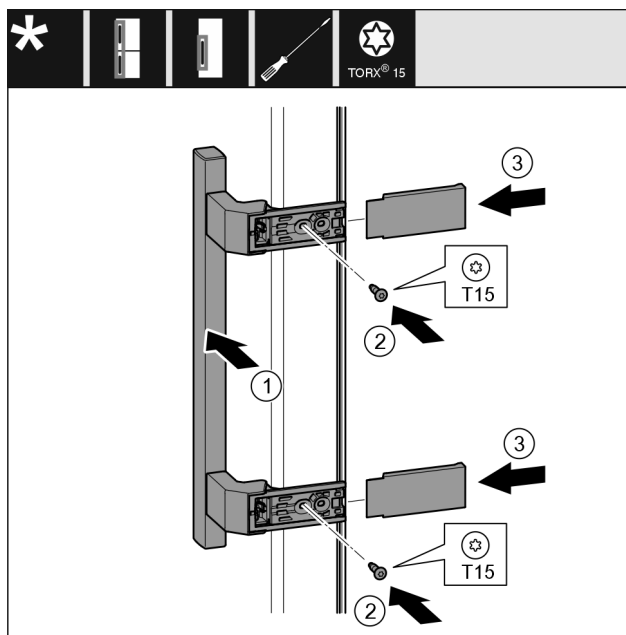

Fig. 25
- ▶ Helyezze fel a fogantyút Fig. 25 (1) a másik oldalra.
- ▶ Húzza meg a csavarokat Fig. 25 (2) csavarhúzóval.
- ▶ Helyezze fel a fedelet Fig. 25 (3) oldalra, és tolja fel őket.